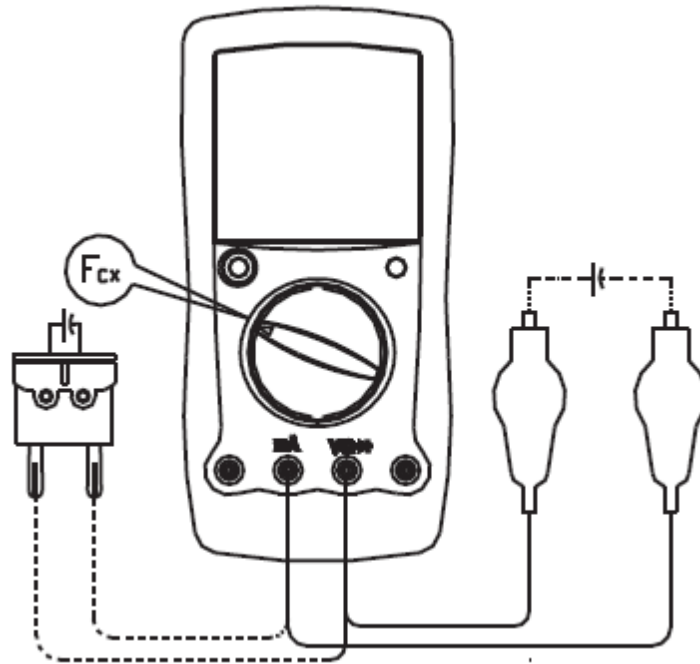

Figura 8
F. Medição de Capacitância (ver figura 8)